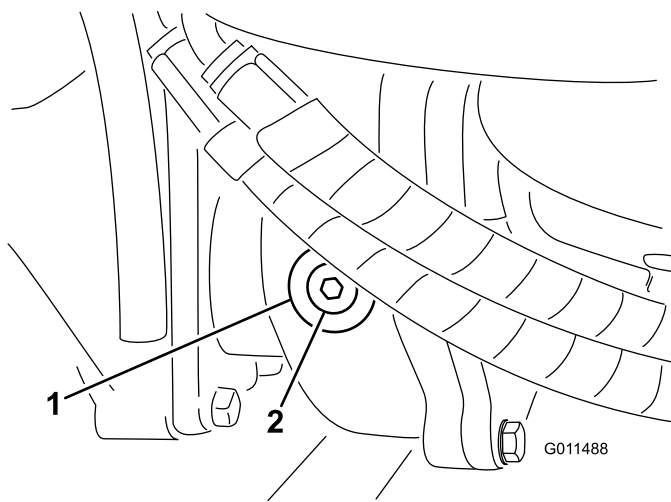

Figura 87
2. Retire o tampão de verificação/enchimento que se encontra na zona esquerda da caixa de engrenagens e certifique-se de que existe lubrificante até ao fundo do orifício (Figura 87).